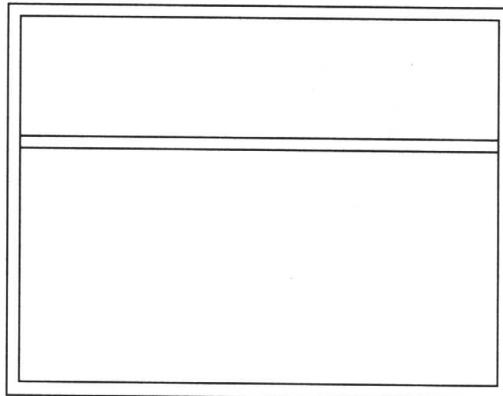

图 1-6
(6) 重复【多线】命令, 配合【捕捉自】辅助功能, 绘制横撑, 如图 1-6 所示。